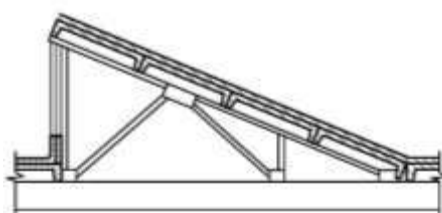

Рис.2
71. Определить тип светового (светоаэрационного) фонаря на рис.2: